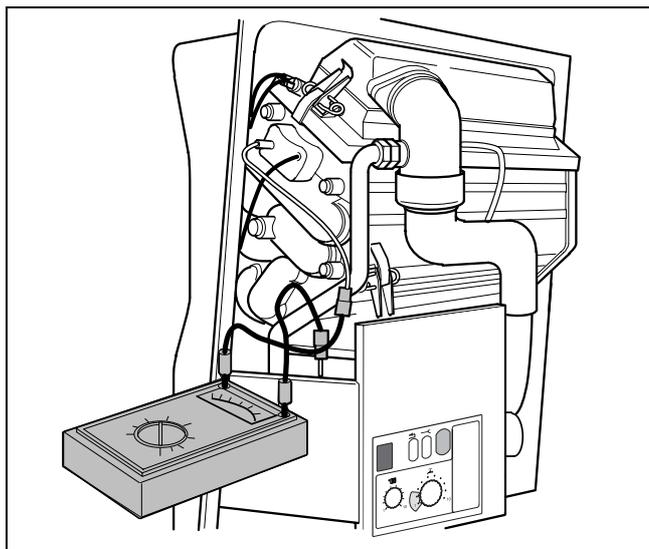

Fig. 32 Misurare la corrente di ionizzazione
- Staccare la spina di connessione del cavo di controllo e collegare in serie l'apparecchio di misurazione (fig. 32). Selezionare sull'apparecchio di misurazione il campo di corrente continua μA . L'apparecchio deve avere una risoluzione di almeno 1 μA .